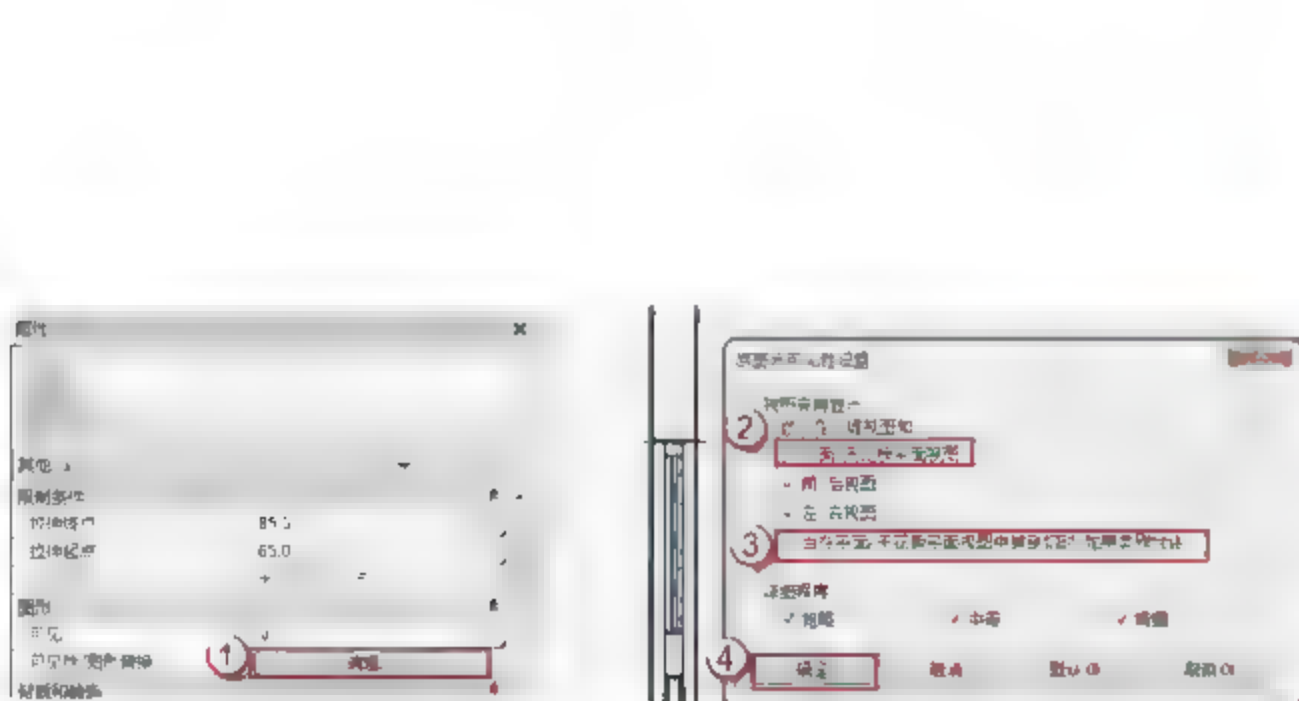

图 6.2.64 修改 FM1521 乙中部窗户玻璃的可见性
(24) 修改 FM1521 乙中部窗户玻璃的可见性。在“属性”面板中,单击“图形”栏“可见性/图形替换”后的“编辑”按钮,弹出“族图元可见性设置”对话框,取消“平面/天花板平面视图”和“当在平面/天花板平面视图中被剖切时(如果类别允许)”复选框的选择,单击“确定”按钮,如图 6.2.64 所示。